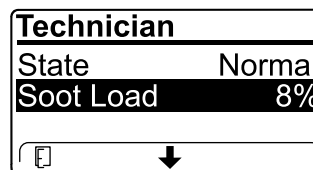

Figure 62
- Consultez la charge de suie mesurée dans le FAP sous forme d'un pourcentage (Figure 62); voir le tableau de charge de suie.